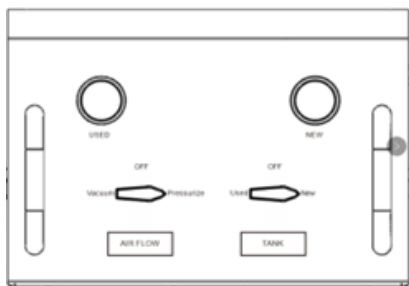

Fig 9.
(Abb. 9), öffnen Sie das Ventil am Schlauch für die neue Flüssigkeit (rot) (Abb. 8) und öffnen Sie dann das Werkstatt-Luftventil, um mehr neues Frostschutzmittel in das Fahrzeug einzufüllen.
in das Fahrzeug einzufüllen. Wie oben in Abb.8 und Abb.9 dargestellt.
5. Starten Sie den Motor und prüfen Sie den Frostschutzmittelstand. Falls der Frostschutzmittelstand sinkt, drehen Sie das linke „AIR FLOW (Luftfluss)“-Ventil auf dem Bedienfeld in die Position „Pressurize (Unter Druck setzen)“, das rechte „TANK“-Ventil in die Position „New (Neu)“ (Abb.9), öffnen Sie das Ventil am Schlauch für die neue Flüssigkeit (rot) (Abb.8) und öffnen Sie dann das Werkstatt-Luftventil, um neues Frostschutzmittel in das Fahrzeug einzufüllen.
5. Starten Sie den Motor und prüfen Sie den Frostschutzmittelstand. Sollte der Frostschutzmittelstand sinken, drehen Sie das linke „AIR FLOW (LUFTFLUSS)“-Ventil auf dem Bedienfeld in die Position „Pressurize (Unter Druck setzen)“, das rechte Ventil in die Position „New (Neu)“ (Abb. 9), öffnen Sie das Ventil am neuen (roten) Flüssigkeitsschlauch (Abb. 8) und öffnen Sie dann das Werkstatt-Luftventil, um neues Frostschutzmittel über den Fahrzeugüberlauf-tank in das Fahrzeug zu füllen.